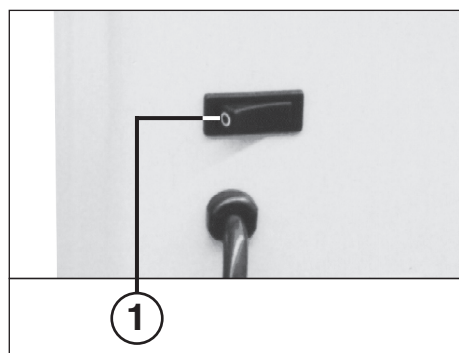
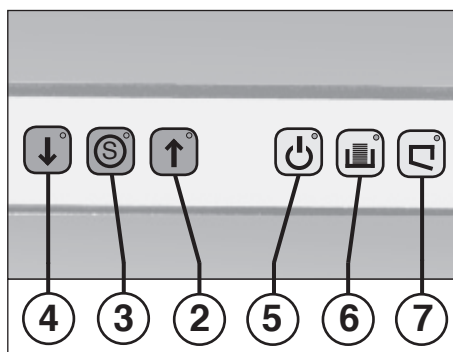

Fig. 1
Fig. 2
- 1 = Tuimelschakelaar „Gereed“ (Fig. 1)**
- 2 = Vooruittoets (Fig. 2)**
- 3 = Stoptoets „S“ (Fig. 2)**
- 4 = Achteruittoets (Fig. 2)**
- 5 = Controlelampje „Gereed“ (Fig. 2)**
- 6 = Controlelampje „Opvangbak vol“ (Fig. 2)**
- 7 = Controlelampje „Deur open“ (Fig. 2)**
Apparaat met de tuimelschakelaar (1) (Fig. 1) inschakelen. Als teken van bedrijfsvaardigheid brandt het controlelampje „Gereed“ (5) en ook het lampje in de rode stoptoets „S“ (3) (Fig. 2).
Als de opvangbak gevuld is, schakelt de machine zichzelf uit en een signaaltoon weerklinkt. Het controlelampje (6) (Fig. 2) gaat aan. De opvangbak als volgt legen:
- Deur openen. Het controlelampje (7) (Fig. 2) gaat aan.
- De signaaltoon stopt. Het controlelampje (6) gaat uit.
- Lege zak plaatsen, opvangbak op zijn plaats zetten en de deur sluiten. Het controlelampje (7) gaat uit.
U gelieve erop te letten dat het apparaat 's nachts uitgeschakeld is (tuimelschakelaar (1) (Fig. 1) bedienen).